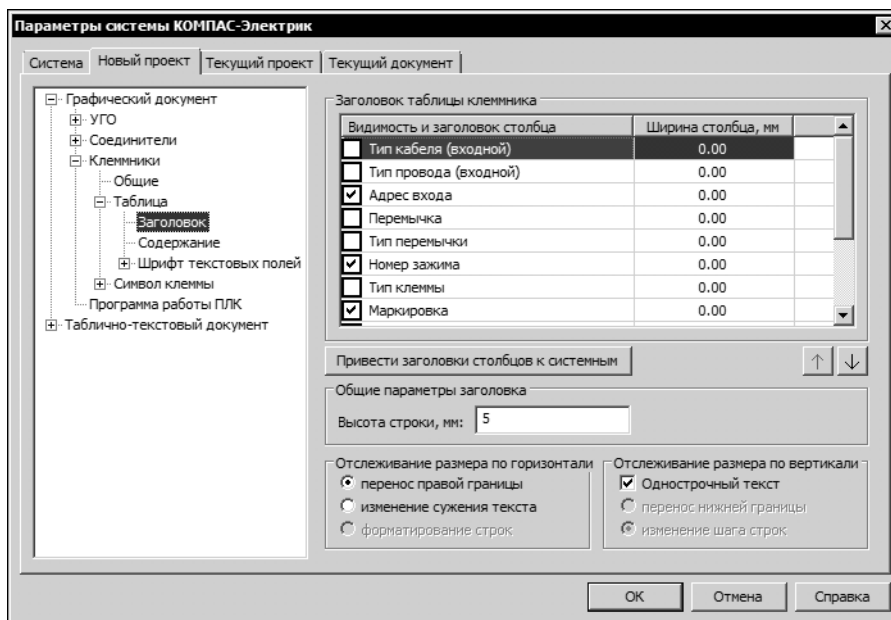

Рис. 19.3. Настройка заголовка таблицы клеммника
1. Чтобы изменить параметры заголовка таблицы клеммника, в списке объектов настройки выберите **Графический документ — Клеммники — Таблица — Заголовок** (рис.19.3). В правой части вкладки появятся элементы управления, которые приведены в табл. 19.9.